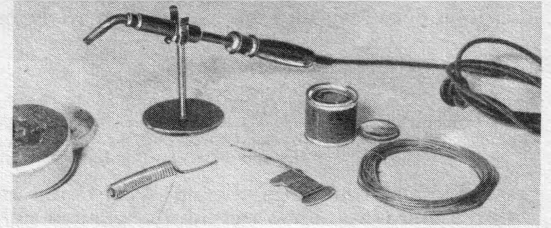

Abb. 1. Ein elektrischer Bastler-Lötkolben im Ständer. Davor Lötfett, einige Rollen Lötendraht und flüssiges Lötzinn.
Abb. 4. Das vereinfachte Gefälle-Bild einer Röhre mit einem zwischen Steuergitter und Anode liegenden positiven Gitter. Die Gesamtspannung ist hier wesentlich größer als die von Abb. 1 mit 3.
Abb. 5. Das vereinfachte Gefälle-Bild einer Röhre mit Kathode, Steuergitter, Schutzgitter, Bremsgitter und Anode. Auch hier ist die Gesamtspannung wesentlich größer als die von Abb. 1 mit 3.
Abb. 1. Die Anoden-Kennlinie einer Vierpolröhre enthält auch einen fallenden Teil, in dessen Mitte wir unseren Arbeitspunkt (A) legen. Die Kurve gilt für die Röhre H 4111 D (RENS 1264) bei 100 Volt Schirmgitter und minus 1,5 Volt Gittervorspannung.
sein. Wir kommen so zur Verwendung eines Schirmitter-Dynatrons. Wie unsere Schaltkizze zeigt, besteht ein solcher Oszillator aus einer Vierpolröhre, an die eine hohe Schirmgitterspannung und eine wesentlich geringere Anodenspannung angelegt wird. Wenn wir uns die früher oft gefehene Anodenpannungs-Anodenstrom-Kennlinie (Abb. 1) einer Vierpolröhre ins Gedächtnis zurückrufen, dann sehen wir, daß unser Arbeitspunkt unter diesen abnormalen Bedingungen etwa bei A liegt, also in dem fallenden Teil der Röhrenkennlinie. In diesem Teil der Kennlinie ist der Innenwiderstand der Röhre negativ, da bei einer Steigerung der Anodenpannung der Anodenstrom fällt. Ist dieser negative Widerstand der Röhre genau so groß wie der positive Verlustwiderstand eines Schwingungskreises, den wir in ihren Anodenkreis einschalten, so heben sich die beiden Widerstände auf, der Kreis ist völlig entdämpft! Der geringste Überschuß an negativem Widerstand der Röhre gegenüber dem positiven Verlustwiderstand des Kreises führt selbstverständlich dazu, daß der Kreis ungedämpft weiter schwingt, womit ja ohne Rückkopplungswicklung das erreicht ist, was wir suchen. Wir merken uns jedoch, daß Fünfpolröhren in Dynatron-Schaltungen nicht verwendet werden können, da deren Bremsgitter gerade die Erscheinung verhindert, die wir ausnutzen wollen. Eine besonders gute Dynatron-Röhre ist z. B. die H 4111 D (RENS 1264).